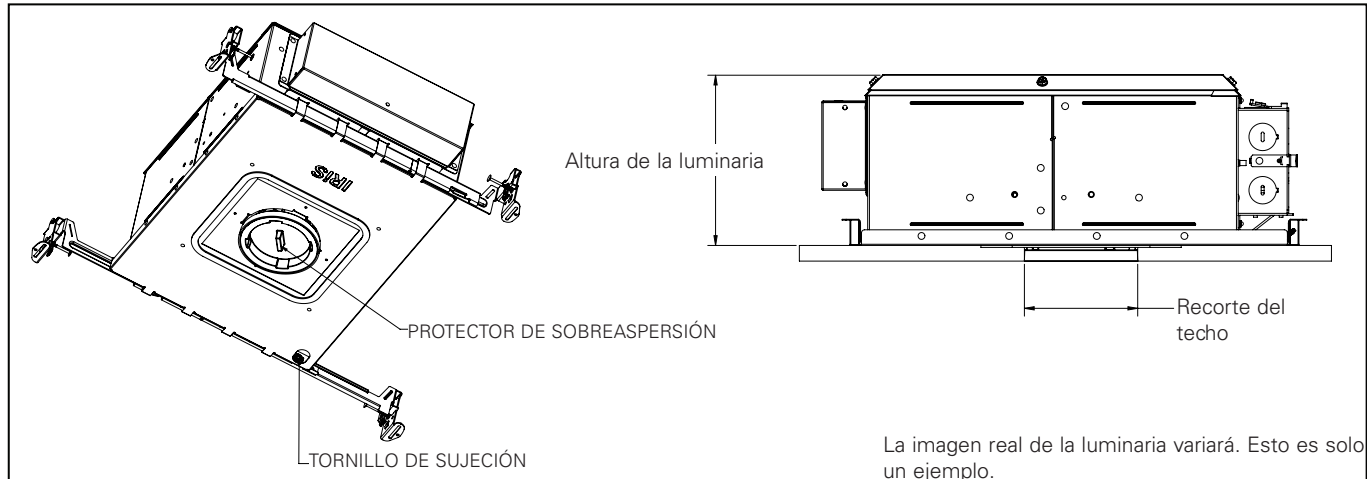

Figura 1
4. Posicione la luminaria sobre las barras de suspensión. Para asegurar la posición de la luminaria en el techo, apriete el tornillo de fijación de la barra de suspensión para bloquear la luminaria en las barras (Figura 1).
4. Fijación central sobre la abertura. Para fijar la posición de la luminaria en el techo, apriete los tornillos para bloquear la luminaria en las barras (Figura 1).